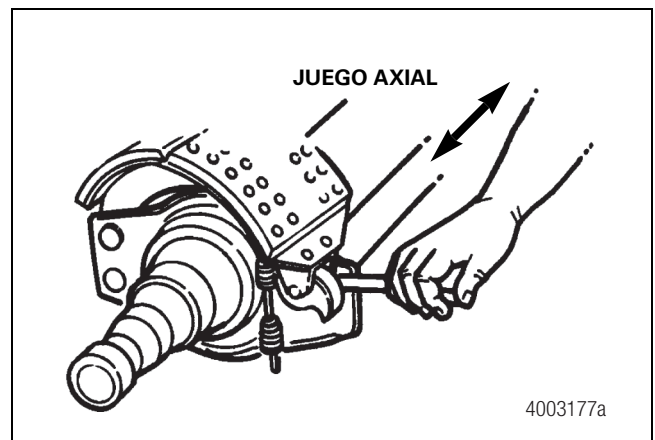

Figura 4.4
- Compruebe el juego axial del eje de levas. Si el movimiento total es superior a 0.060 pulgada (1.52 mm), cambie los bujes, el eje de levas o ambos según se especifica en la Sección 12. Figura 4.4.